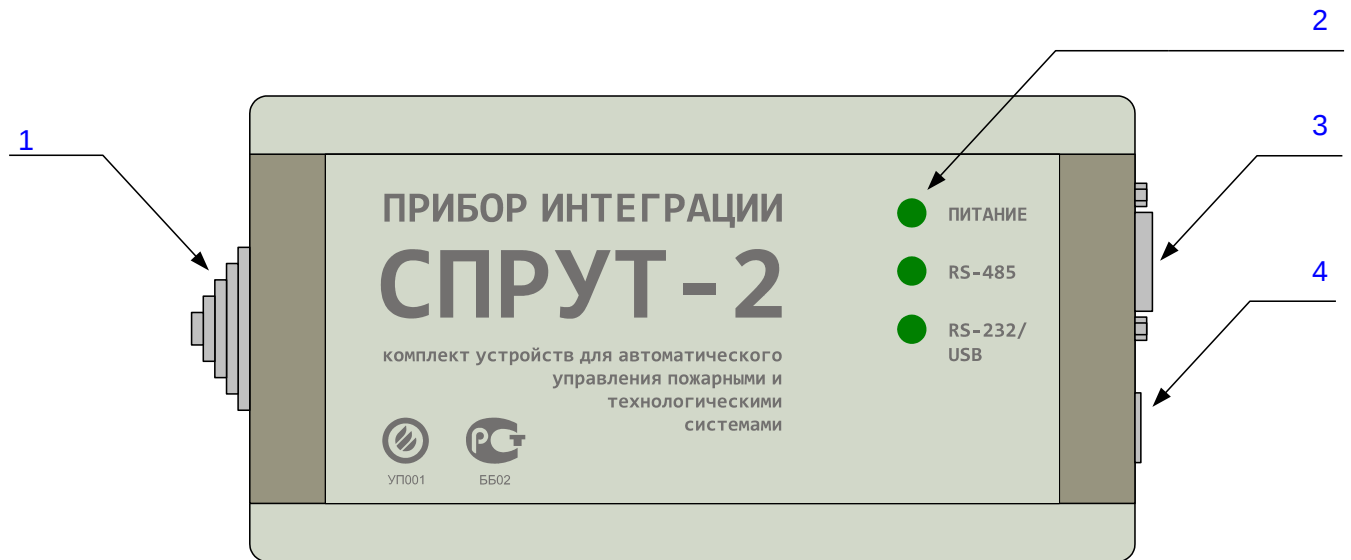

Рис. 2. Внешний вид ПИН.
5.1. Прибор интеграции представляет собой электронный микропроцессорный блок в пластмассовом корпусе. Внешний вид ПИН приведен на рис. 2.